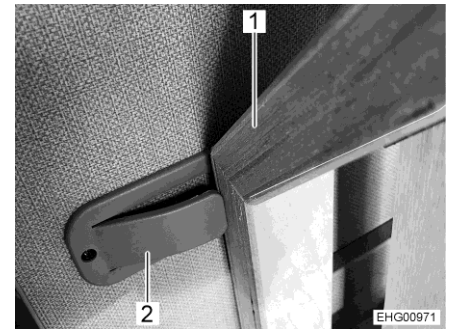

Bild 71 Verriegelungslasche am rechten Bettrost
- Verriegelungslasche (Bild 71,2) am rechten Bettrost drücken und beweglichen Teil des Bettrosts (Bild 71,1) nach unten klappen.
- Beweglichen Teil des rechten Bettrosts (Bild 71,1) nach oben klappen und hinter die Verriegelungslasche (Bild 71,1) drücken.